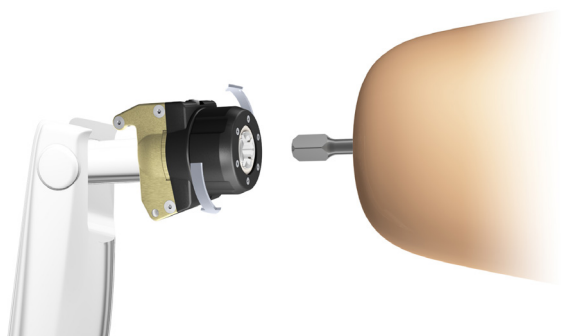

Abbildung 1. Drehen Sie den Griff gegen den Uhrzeigersinn bis zum Anschlag.
2. Öffnen Sie die Backen, indem Sie den Griff von Hand gegen den Uhrzeigersinn bis zum Anschlag drehen und somit das Abutment in den Axor™ II eindringen kann (siehe Abbildung 1).